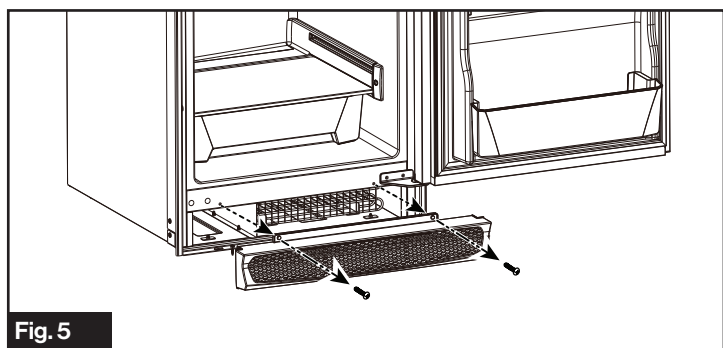

Fig. 5
2. Saque los tornillos de fijación y quite la rejilla de ventilación. (Fig. 5)